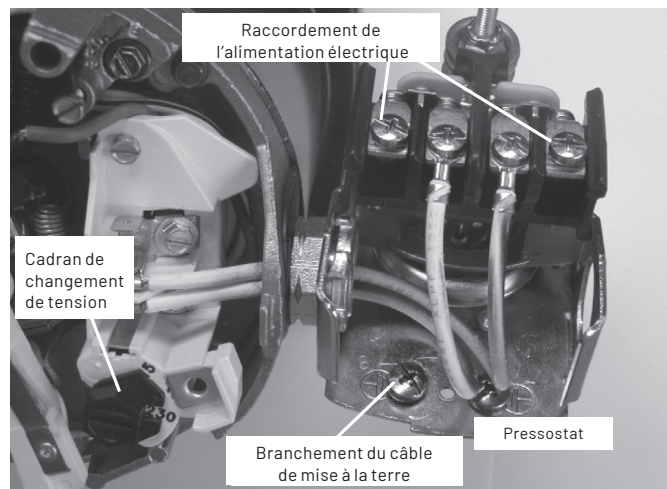

Figure 10 : Tension réglée à 230 volts, type de cadran
3. Fixez les fils d'alimentation entrants aux deux vis extérieures du pressostat comme illustré à la figure 10.
4. Fixez le fil de terre à l'un des raccords de mise à la terre, comme illustré à la figure 10.